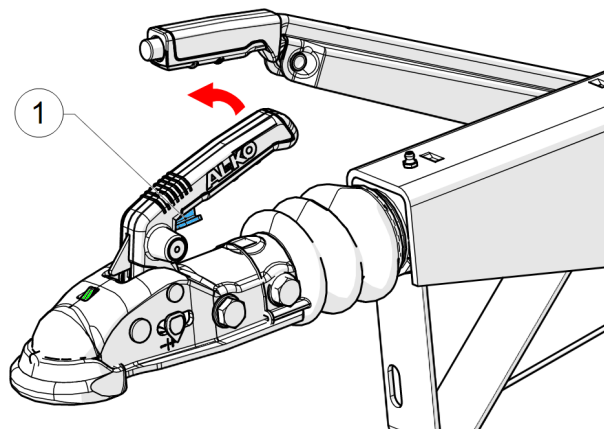

Figure 22 - Poignée d'attelage
5. Tenez la poignée sur la tête de remorquage, pressez le crochet (1, Figure 22) avec votre index et levez la poignée.